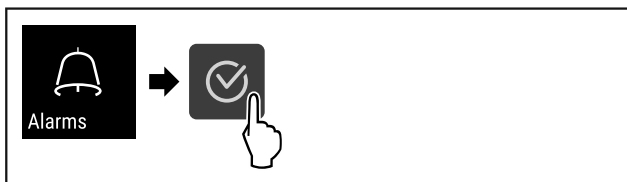

Fig. 107
- ▶ Eseguire i passi (vedere Fig. 107) .